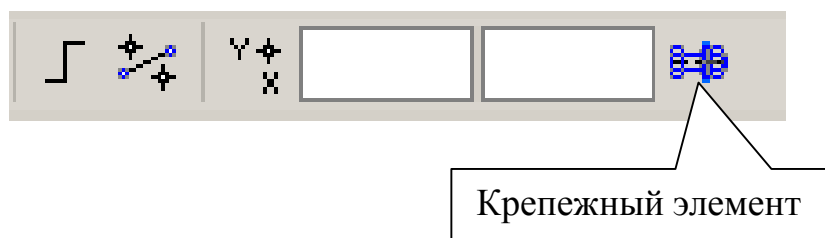

Рис. 11
3. Соединения будут выполняться командой *Крепежный элемент*, находящейся в конструкторской библиотеке. Для ускорения работы выполните настройку интерфейса. Для этого вызовите команду *Сервис – Настройка интерфейса*. В появившемся окне на вкладке *Команды* выберите категорию *Конструкторская библиотека*, а в командах – *Крепежный элемент*, рис. 46. Переместите мышью крепежный элемент на панель, рис. 11.